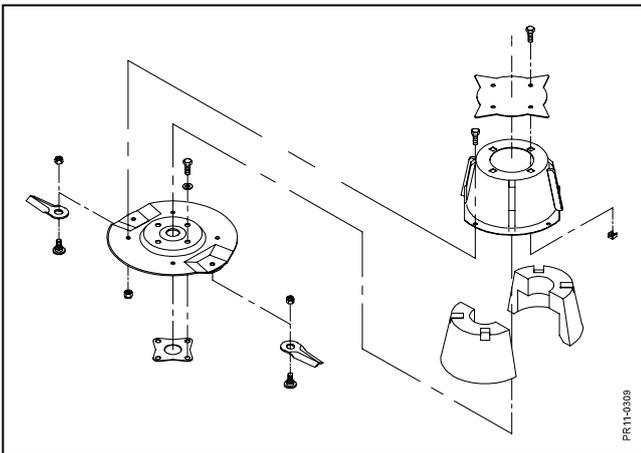

Fig. 5-6
- Fig. 5-6** Les deux cônes de disques, à chaque extrémité, sont remplis par deux demi-cônes en polystyrène pour éviter l'entrée d'herbe et de terre.